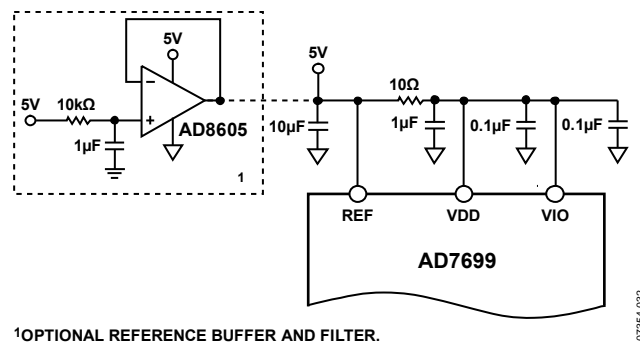

図 34.アプリケーション回路の例
アプリケーションを簡素化するため、AD7699の動作電流は小さいので図34に示すリファレンス電圧回路から直接給電することができます。リファレンス・ラインは次から駆動することができます。
- 図34に示すようにシステム電源のフィルタもできる AD8605 のようなリファレンス・バッファから